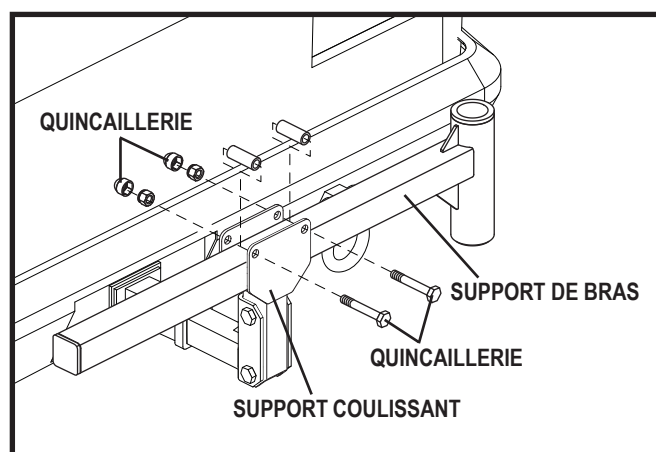

Figure 12. Installation du support de bras
- Retirez la quincaillerie du support coulissant. Placez le support de bras dans le support coulissant et réinstallez la quincaillerie. **Voir la figure 12.**